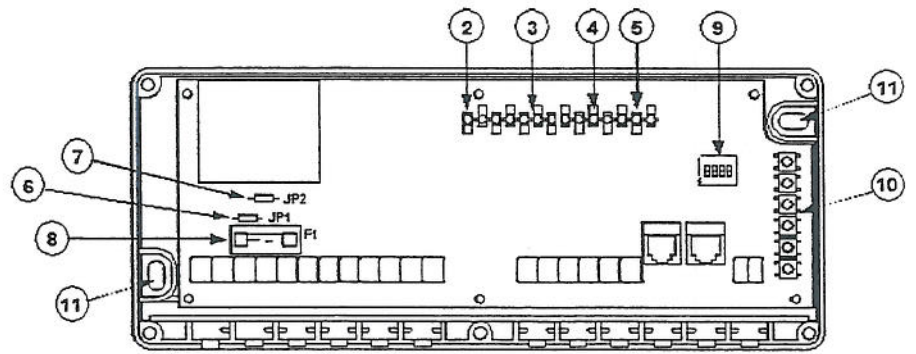

Fig. 2. Styresystemets printkort, med opbygningen, sikring og DIP-switch
I fig. 2 ses opbygningen af styresystemets indre del.
DLP 600M kan vise, hvilke kanaler der har fået en adresse, og hvilke der ikke har. Ved opstarten, når strømmen tilsluttes styreenheden, vil lamperne (3)(4)(5) fig. 2, blinke tre gange. Efterfølgende vil de aktive kanaler lyse, (de kanaler som har fået en adresse). De kanaler, som endnu ikke har en adresse, vil ikke lyse. Hvis systemet skal bruge mindre end seks termostater, så man ikke skal bruge alle kanaler, er det vigtigt at lade de kanaler, som ikke skal bruges ligge inaktive. Det vil sige, at de ikke tilegnes en adresse. Enheden vil ignorere de kanaler, som ikke er forbundet med nogle telestater.
1. Tryk på knappen for den valgte kanal (10) fig. 2 og hold den nede.